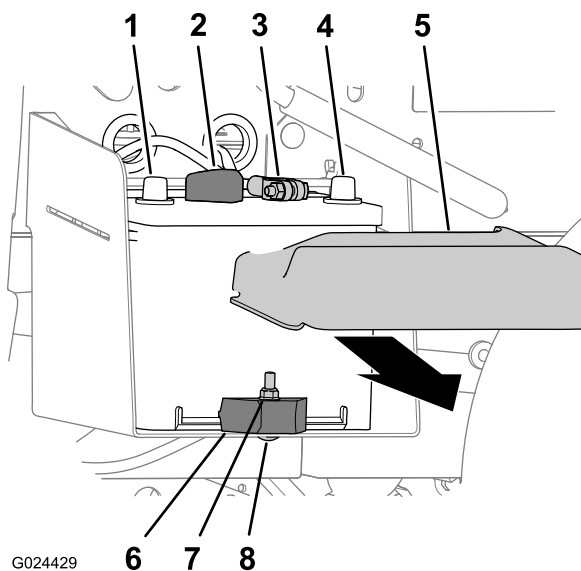

図 49
1. バッテリーカバーを両側からを押すようにしてバッテリー上部からカバーを外す (図 49)。
2. バッテリーのマイナス端子からバッテリーケーブル-を外す 図 49。
3. バッテリーのプラス端子からプラスケーブルを外す 図 49。
2. バッテリーをバッテリートレイに固定しているロックナット、キャリッジボルト、バッテリークランプを外す 図 49。
3. バッテリートレイからバッテリーを取り出す 図 49。
1. バッテリートレイにバッテリー載せる 図 49。
注 バッテリーのプラス端子とマイナス端子が 図 49 のように整列するように取り付けること。
2. バッテリークランプ、キャリッジボルト、ロックナットを使って、バッテリーをバッテリートレイに固定する 図 49。
1. バッテリーのプラス+ケーブルをバッテリーのプラス端子に接続する 図 49。
2. バッテリーのマイナス-ケーブルをバッテリーのマイナス端子に接続する 図 49。
3. バッテリー上部に、バッテリーカバーを取りつける 図 49。